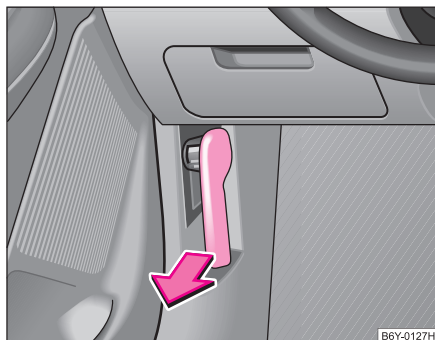

Abb. 138 Entriegelungshebel für Motorraumklappe
- Ziehen Sie am Entriegelungshebel unterhalb der Schalttafel auf der Fahrerseite ⇒ Abb. 138.
- Entriegeln Sie die Motorraumklappe ⇒ Seite 190, Abb. 138.